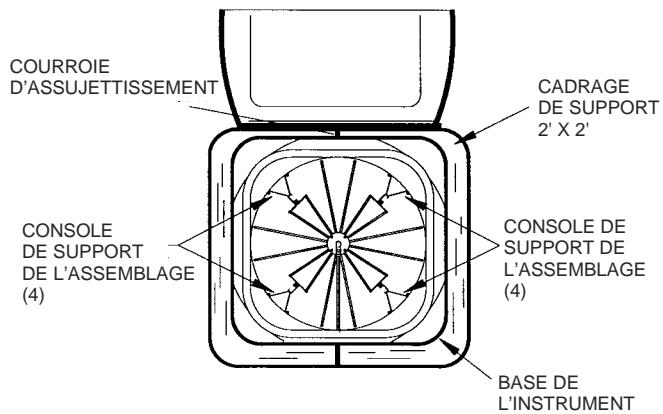

Figure 2—Vue de dessus de la valise
Avant de retirer les compostantes de la valise, noter leur disposition de manière à pouvoir les replacer plus facilement. Voir les figures 2 et 3.
- 1^{re} Étape: Retirer les courroies aux deux endroits illustrés à la figure 2.